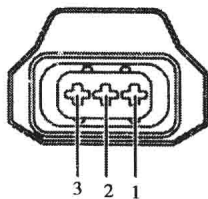

图 1-1-19 排气凸轮轴位置传感器连接器端子图
11. 排气凸轮轴位置传感器连接器端子图（图 1-1-19）及端子功能表（表 1-1-11）
12. 进气凸轮轴位置传感器连接器端子图（参见图 1-1-19）及端子功能表（表 1-1-12）